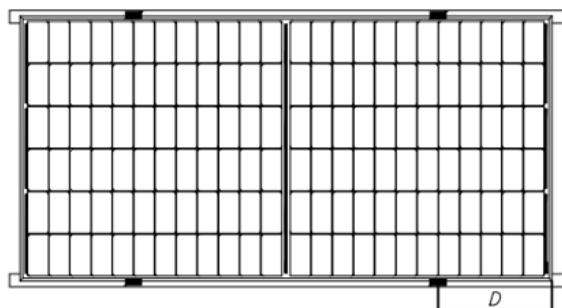
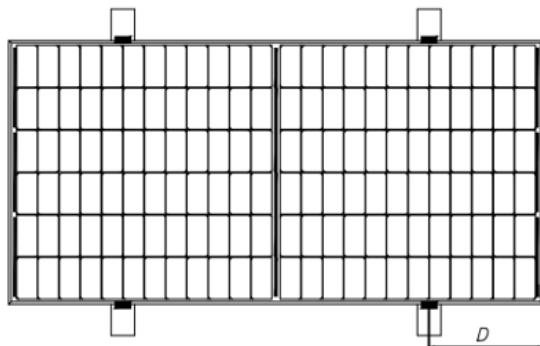
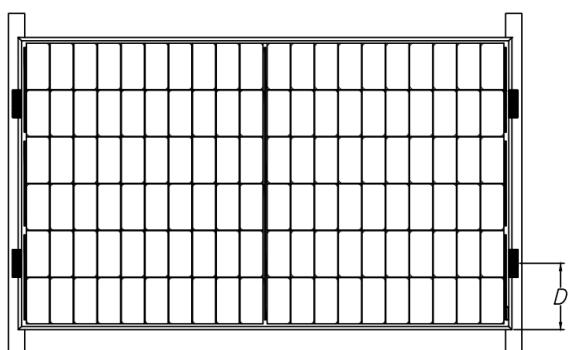
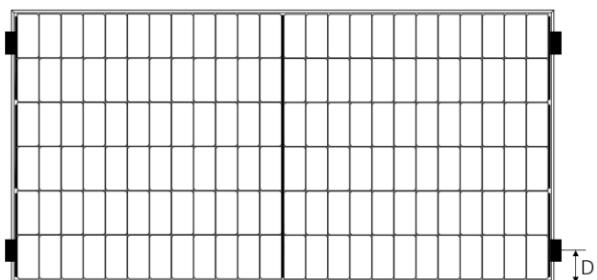

图 3 导轨重合长边框安装
图 4 导轨垂直长边框安装
图 5 导轨重合短边框安装
图 6 短边四点安装
双面光伏组件安装时，每个光伏组件必须使用至少 4 个压块进行固定，如图 3、图 4、图 5、图 6。
⑧ 对于图 3 所示的安装方式，组件 C 面与导轨的重叠部分应 $\geq 25\text{mm}$ 。如果使用不合适的夹具或不正确的安装方式，正泰新能有限质保将会无效。